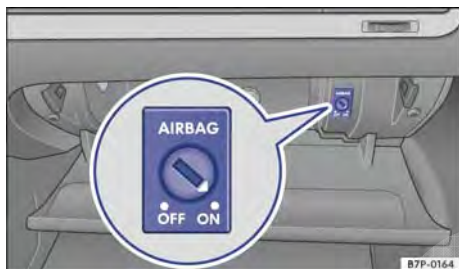

Fig. 17 No porta-luvas: interruptor acionado pela chave para desligar e ligar o airbag frontal do passageiro.
- Colocar a chave de emergência no interruptor acionado pela chave no porta-objetos → Fig. 17 até a segunda resistência. Então, a chave de emergência é inserida em aproximadamente 3/4 no interruptor acionado pela chave → ①.